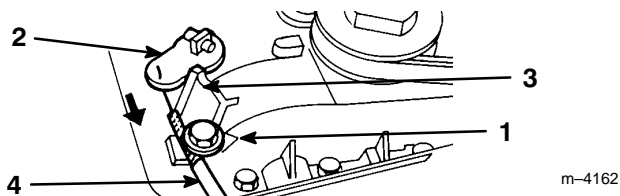

Abbildung 21
4. Die Kabelhalteschraube lösen (Abb. 21).
5. Den Schalthebel nach rechts ziehen, bis er fest am Anschlag am Getriebe liegt (Abb. 21).
6. Das Kabel durch den Kabelhalter nach rechts ziehen, um Durchhang zu beseitigen (Abb. 21).